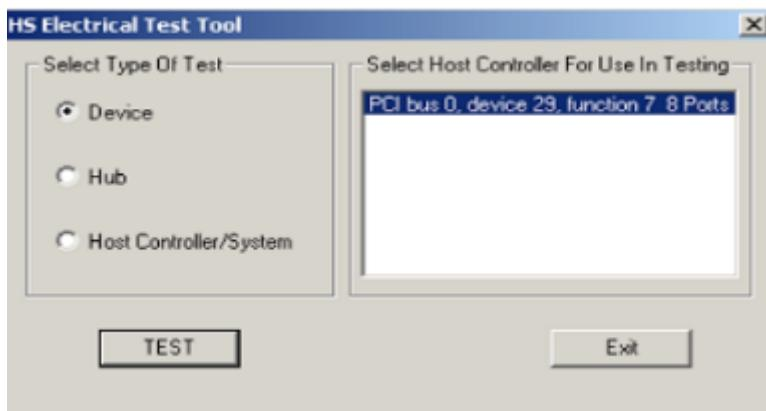

图 1-1 选择测试类型
2. 打开测试工具, 选择“Device”,然后点击“TEST”按钮, 如下图 1-1 所示